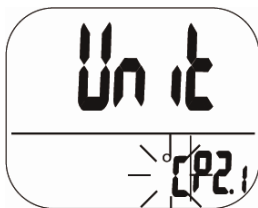

Abb. 12: Auswahl der Temperatureinheit
- Drücken Sie die SET-Taste, um in den P2.1-Modus zur Auswahl der Temperatureinheit zu gelangen. Die aktuell ausgewählte Einheit °C oder °F blinkt im Display (siehe Abb. 12).